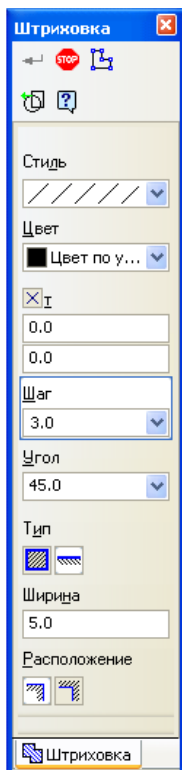

Рис. 7.10. Панель свойств в режиме штриховки
- ◆ проведите следующую настройку параметров штриховки (рис. 7.10) на Панели свойств: